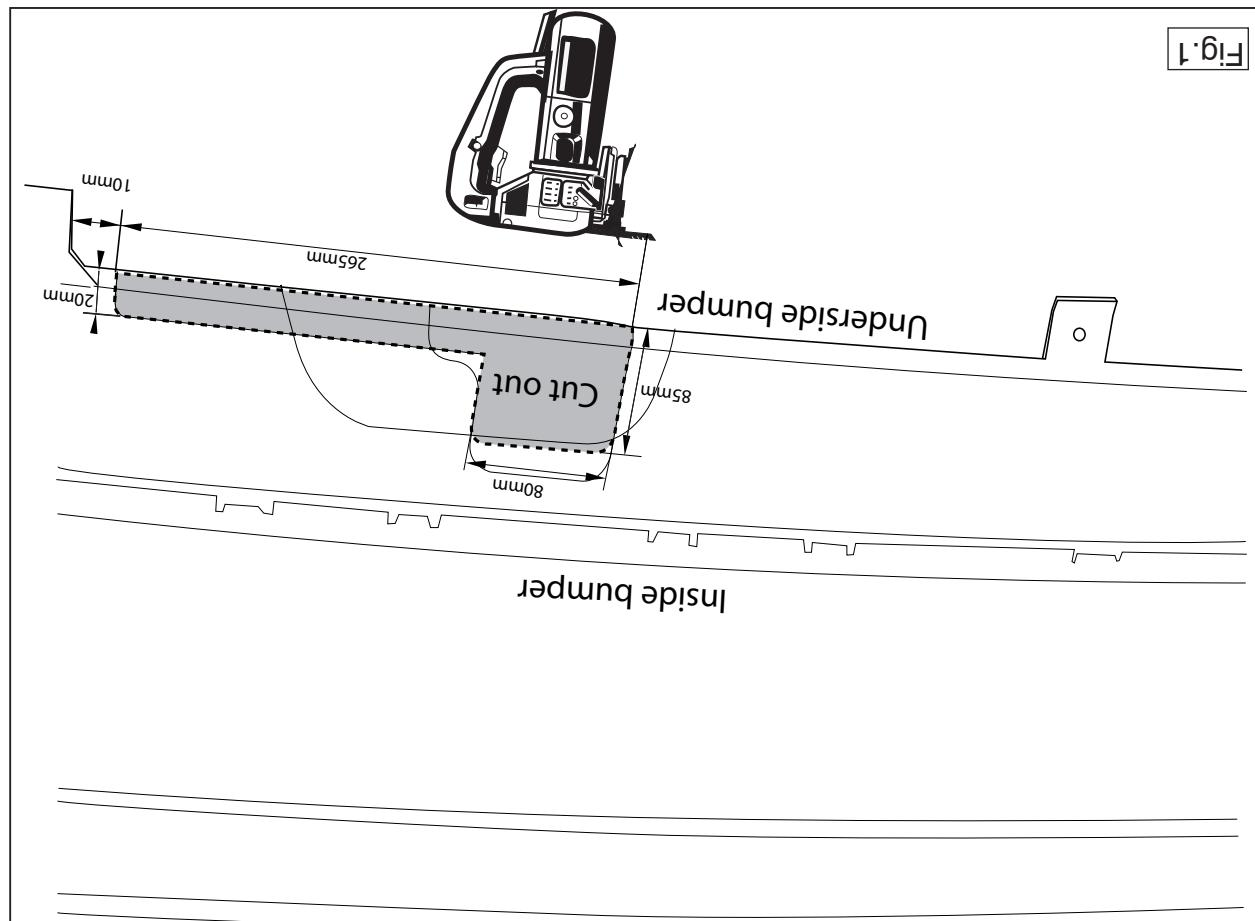

Fig. 1
- 2 Saw a section out of the middle of the underside of the bumper as shown in fig 1.
Abbildung 1 herausschneiden.
- 2 Auf der Unterseite der Stoßstange einen Teil aus der Mitte gemäß Abbildung 1 herausschneiden.
2 Retirer le masque ou la clé qui se trouve sur les surfaces de contact spondant à la figure 1.